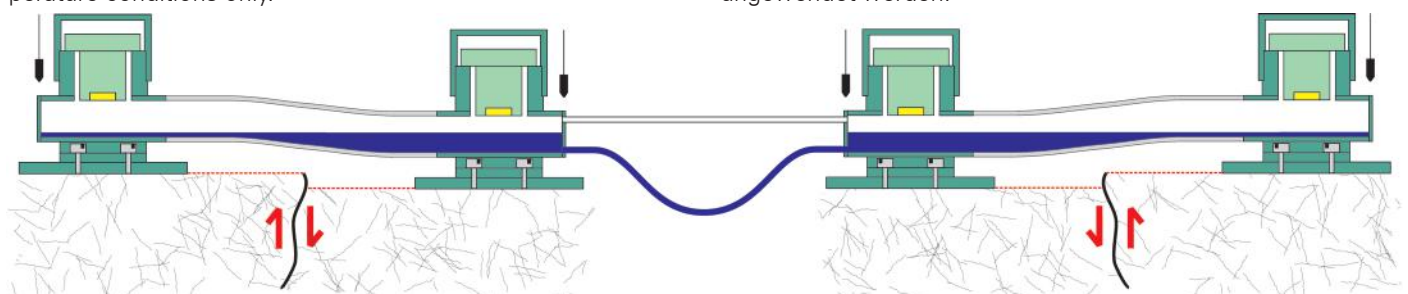

Fig. 2
- Double tube layout: Conventional communicating water-level with one pipe filled with water and with an additional air vent line, which compensates for the effects of the ambient air pressure (fig. 2).
- Das Doppelrohrsystem: Konventionelle Schlauchwaage mit voll gefülltem Rohr und einem zusätzlichen Ausgleichschlauch, der den Einfluss des Luftdrucks kompensiert (Fig. 2).